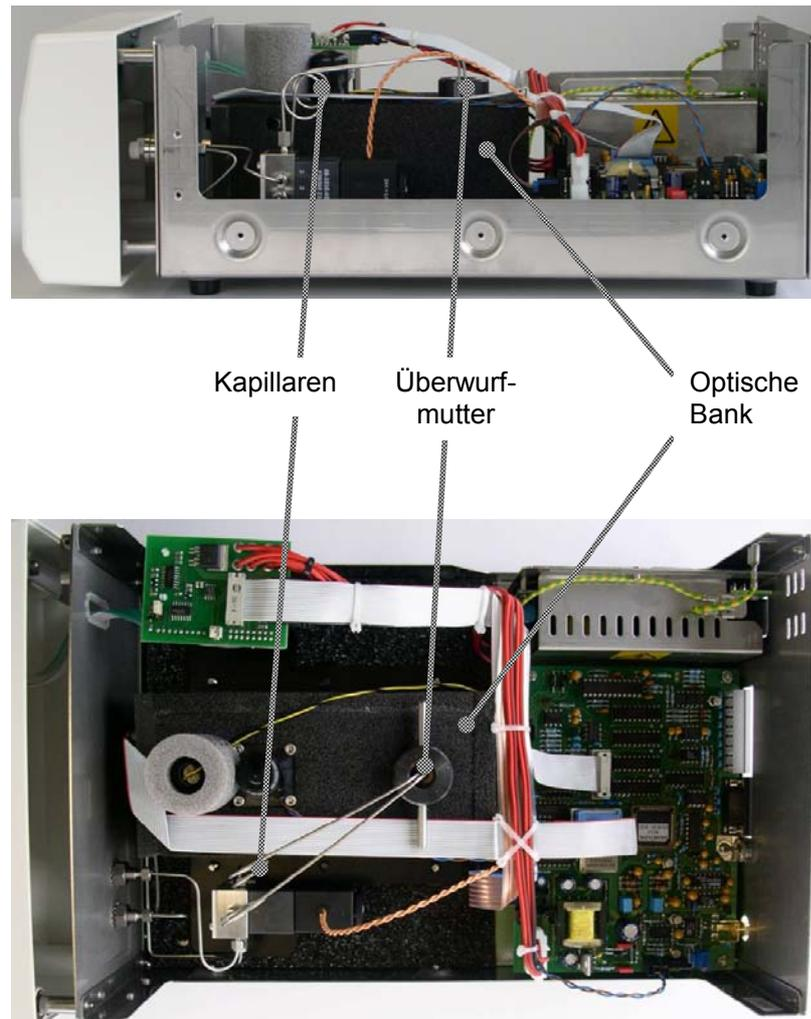
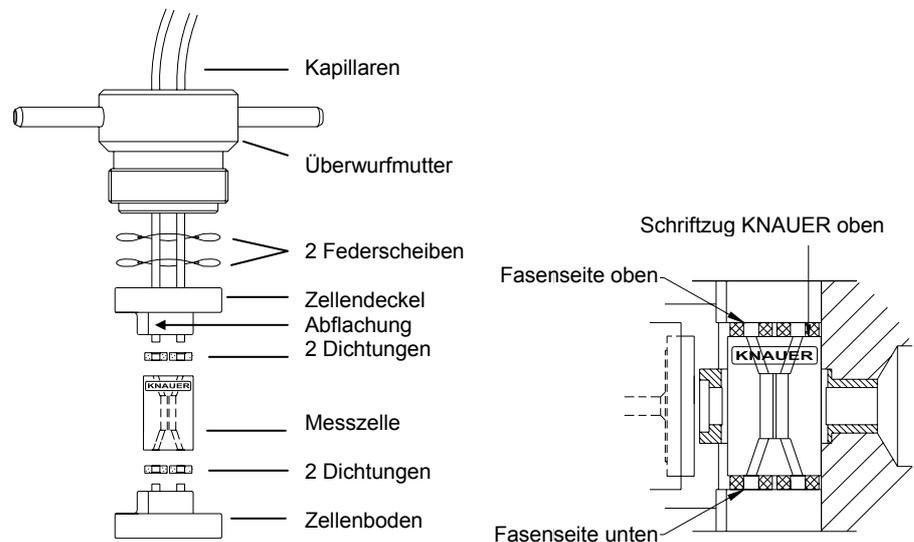

Abb. 18 Einbaulage der Messzelle im RI Detector 2300
Abb. 20 Aufbau der Messzelle des RI Detector 2300 (links) und Einbaulage in der optischen Bank (rechts)
5. Lokalisieren Sie die Messzelle im Inneren des Gehäuses. Die Messzelle ist von oben in die optische Bank eingebaut und mit einer Überwurfmutter befestigt (Abb. 18 und Abb. 20).
2. Setzen Sie die Messzelle unter Beachtung der Lage (vgl. Abb. 20) in das Messzellegehäuse ein. Bei richtiger Orientierung ist der Schriftzug KNAUER auf der Zelle oben.